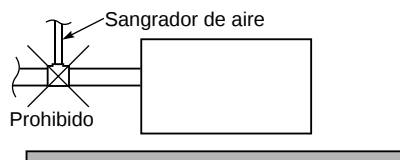

Fig. 3-65-1
- No instale un sangrador de aire porque podría causar la salpicadura de agua por la salida del tubo de drenaje. (Fig. 3-65-1)